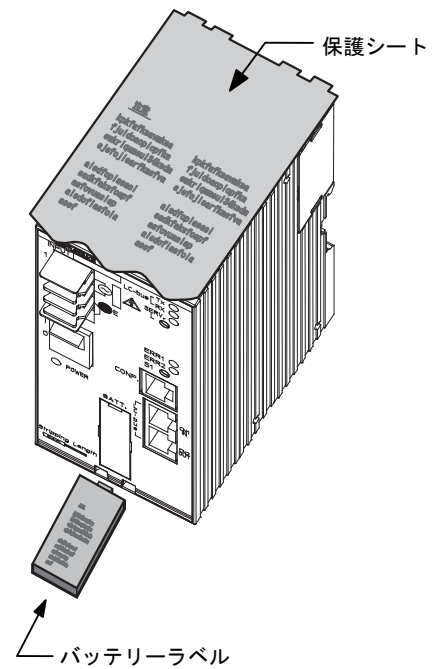

図5 バッテリーラベルと保護シール
- (6) 空き端子には、結線しないでください。
- (7) 上部および下部は、他機器と35mm以上離してください。
- (8) 電源を投入する前に、上部に貼ってある保護シートをはがしてください。(図5参照)